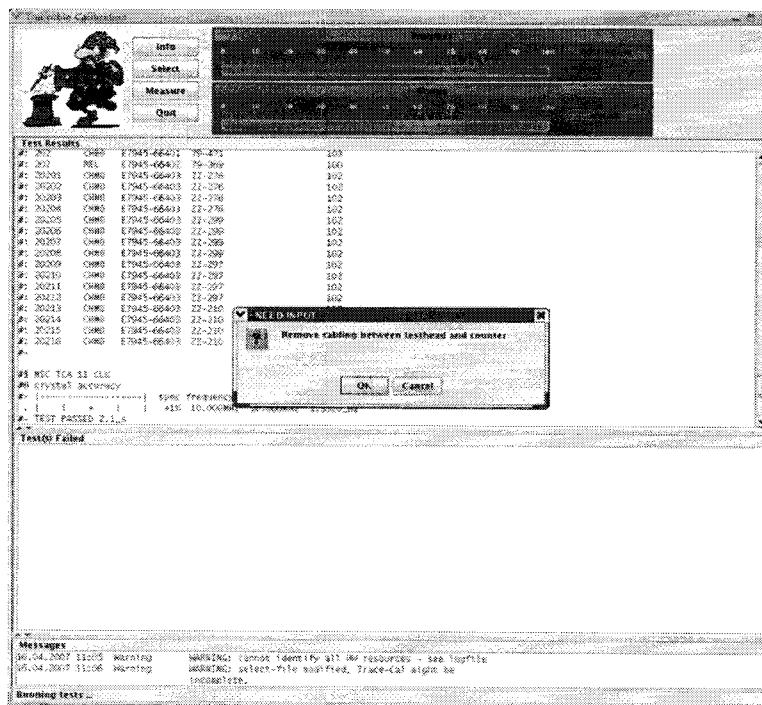

Рисунок 11 – Окно программы после проведения измерений опорной частоты
7.5.1.5 По окончании измерений и после вывода результатов измерений опорной частоты на экран, программа выведет сообщение с требованием отсоединить кабель между тестовой головой и частотометром (рисунок 11).